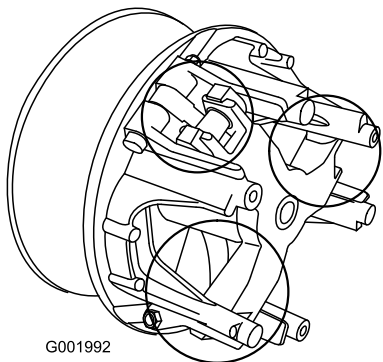

Figura 56
- Lubrifique as peças móveis nas áreas assinaladas com um círculo em Figura 56 utilizando o Dry Lubricant Spray da Toro, disponível no revendedor ou distribuidor autorizado Toro.